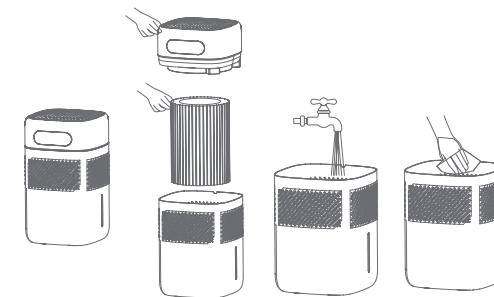

Рис. 1
- 1) Снимите верхнюю часть корпуса, выньте фитильный фильтр. Затем ополосните резервуар и протрите мягкой тканью внутреннюю поверхность корпуса (рис.1).